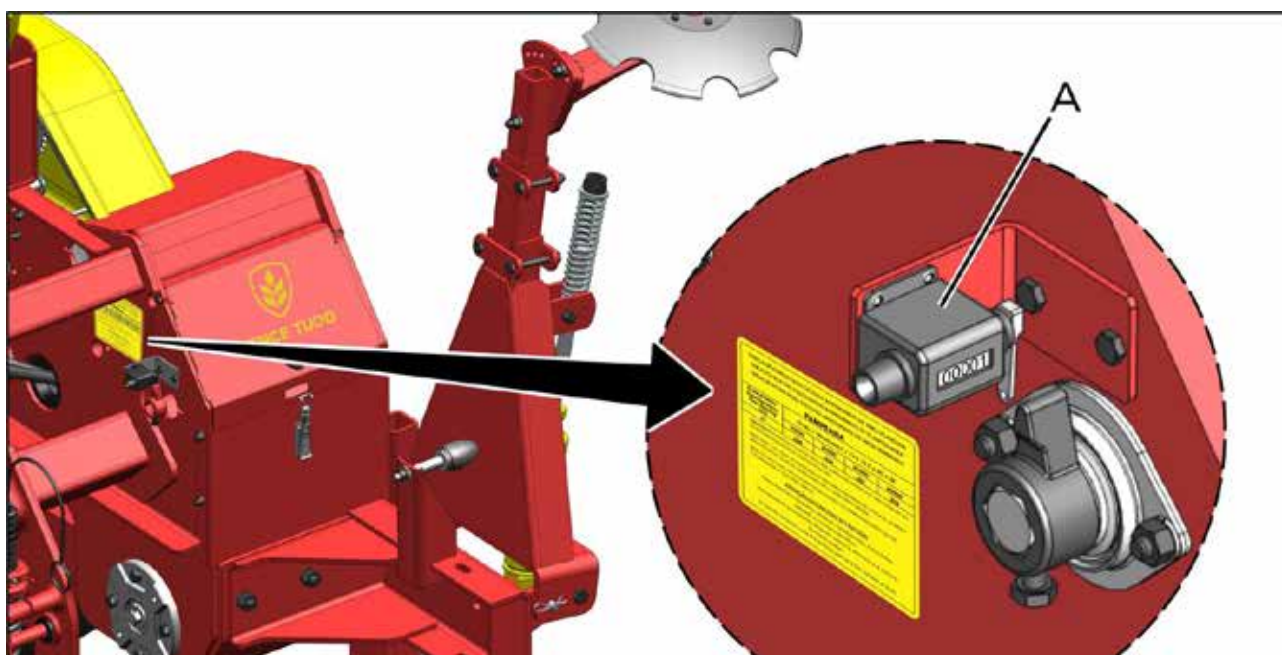

fig. 38
Conjunto formado por um relógio contador de batidas (A) (fig. 38) e componentes que fazem parte do mesmo. Por meio do deslocamento da semeadora, o mecanismo registra o número de voltas que o sistema de transmissão realiza, através de cálculos aritméticos determinados na tabela, temos valores médios da largura útil, obtendo-se assim constantes onde podemos determinar um valor aproximado do número de hectares plantados durante o trabalho. Para calcular os hectares plantados, divida o número encontrado no relógio pela constante, conforme o número de linhas e o espaçamento adotado.